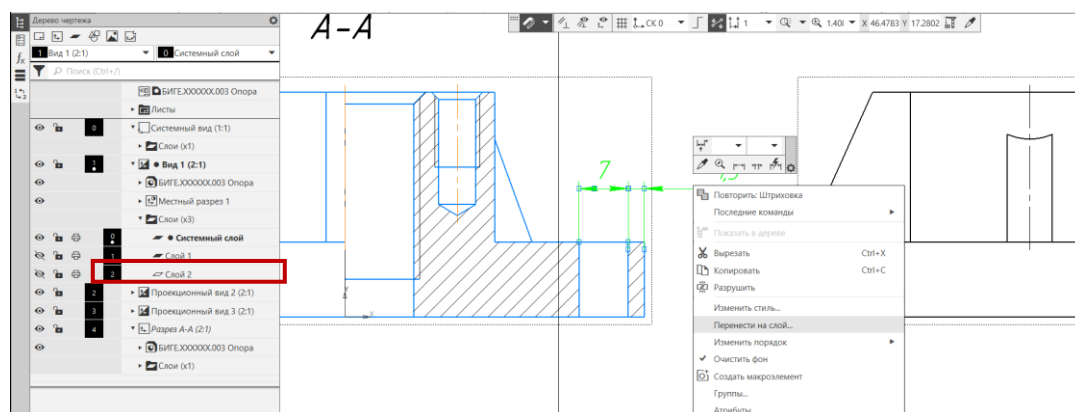

Рис. 43 Перенос размеров на новый слой
- слой сделать невидимым (рис. 43).